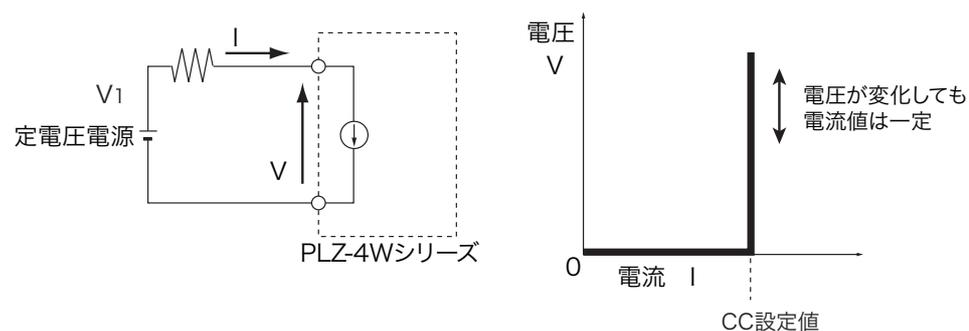

図 3-4 定電流負荷の等価回路と動作
本機を定電流モード (CC) で使用すると、図 3-4 のように本機は定電流負荷として動作します。定電圧源の出力電圧 (V_1) とは無関係に、設定した電流 (I) を流し続ける動作になります。
定電流モード (CC) を使用して、図 3-4 における定電圧電源の負荷特性を調べる場合を考えてみます。